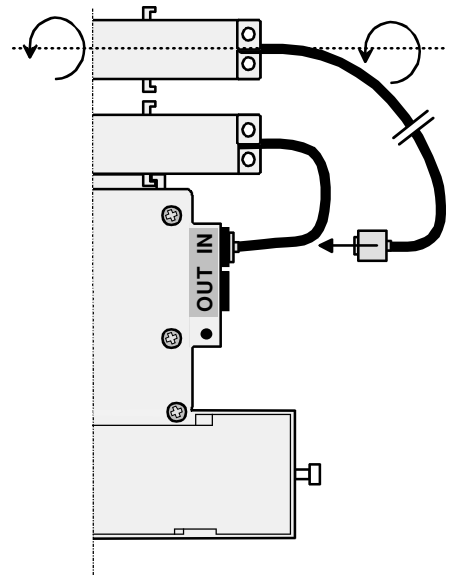

Bild 8
- Bei mangelhaftem Empfang, Antenne nach rückwärts aus der Verankerung schieben und um die eigene Achse drehen (Bild 8), dies hat eine Richtungsänderung um ca. 40° zur Folge.